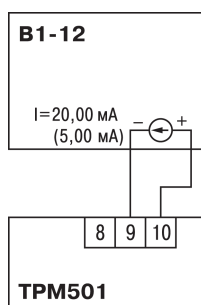

**Рисунок 8.2 – Схема юстировки наклона характеристики ТС или датчика с унифицированным выходным сигналом**
4. Не менее чем через 15 – 20 сек после включения питания провести юстировку прибора (см. рисунок 8.2). Юстировка производится автоматически. После юстировки прибор возвращается в режим **Работа**.